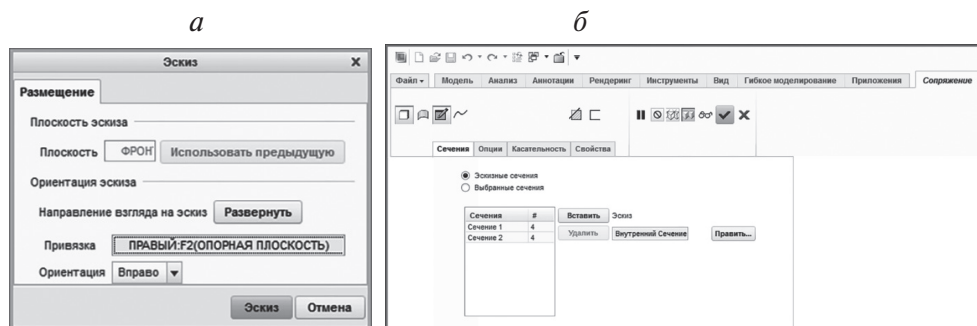
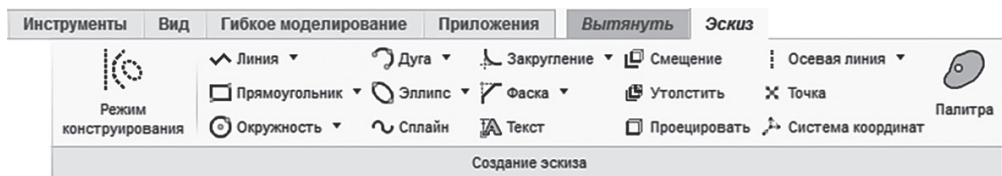

Рис. 2.2. Вход в режим *Сечение*
Рис. 2.7. Инструменты создания эскиза
- при работе в других режимах (*Деталь*, *Сборка* и т. д.) Creo Parametric автоматически переходит в режим *Сечение* после выбора опции *Сечение* или *Эскиз* в диалоговом окне операции (или кнопка  в панели текущей операции), содержащей в своей основе параметрический эскиз (рис. 2.2).
На рис. 2.2 представлены два варианта входа в режим эскиза: *а* — задание плоскости эскиза в режиме *Деталь*, *б* — вход в режим выбора эскиза при редактировании команды **Сопряж** (выполнение плавного сопряжения двух эскизов: Сечение 1 и Сечение 2).
Выбор инструментов рисования может осуществляться в панели *Создание эскиза* инструментальной ленты режима *Сечение* (см. рис. 2.2, рис. 2.7).
При создании эскиза конструктор нередко прибегает к использованию вспомогательных построений. Для создания вспомогательных объектов в панели *Создание эскиза* инструментальной ленты режима *Сечение (Эскиз)* нужно выбрать команду  **Режим конструирования** (см. рис. 2.7). При включенном режиме конструирования все объекты, создаваемые в эскизе, являются вспомогательными и отображаются пунктирными линиями.
Для выхода из режима конструирования следует повторно выбрать команду  **Режим конструирования** (см. рис. 2.7).